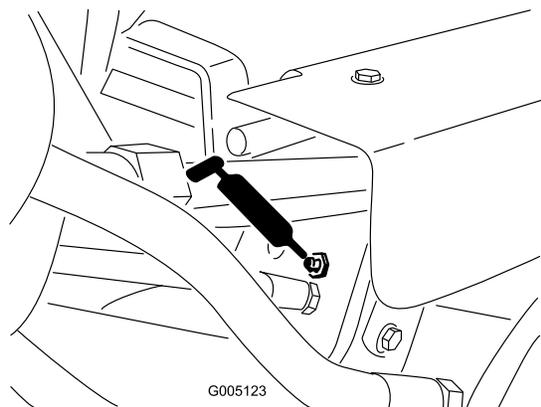

Figure 34
- Vérins de levage (3) (Figure 34)